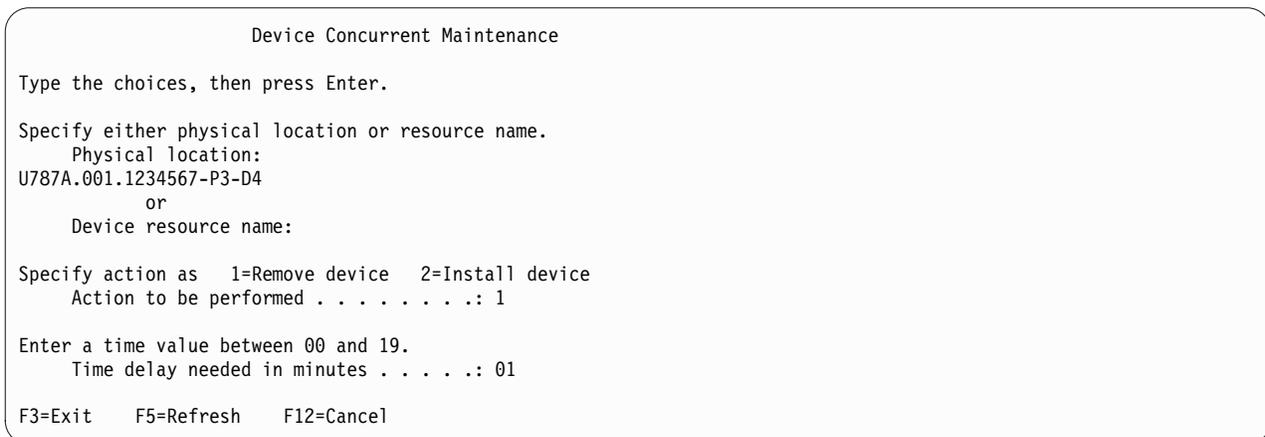

Abbildung 34. Beispielanzeige "Parallelwartung der Einheit"
12. Navigieren Sie im Hardware-Service-Manager zu der Option **Parallelwartung der Einheit auswählen**. Drücken Sie die Eingabetaste. Die Anzeige "**Parallelwartung der Einheit**" wird angezeigt (siehe Abb. 34).